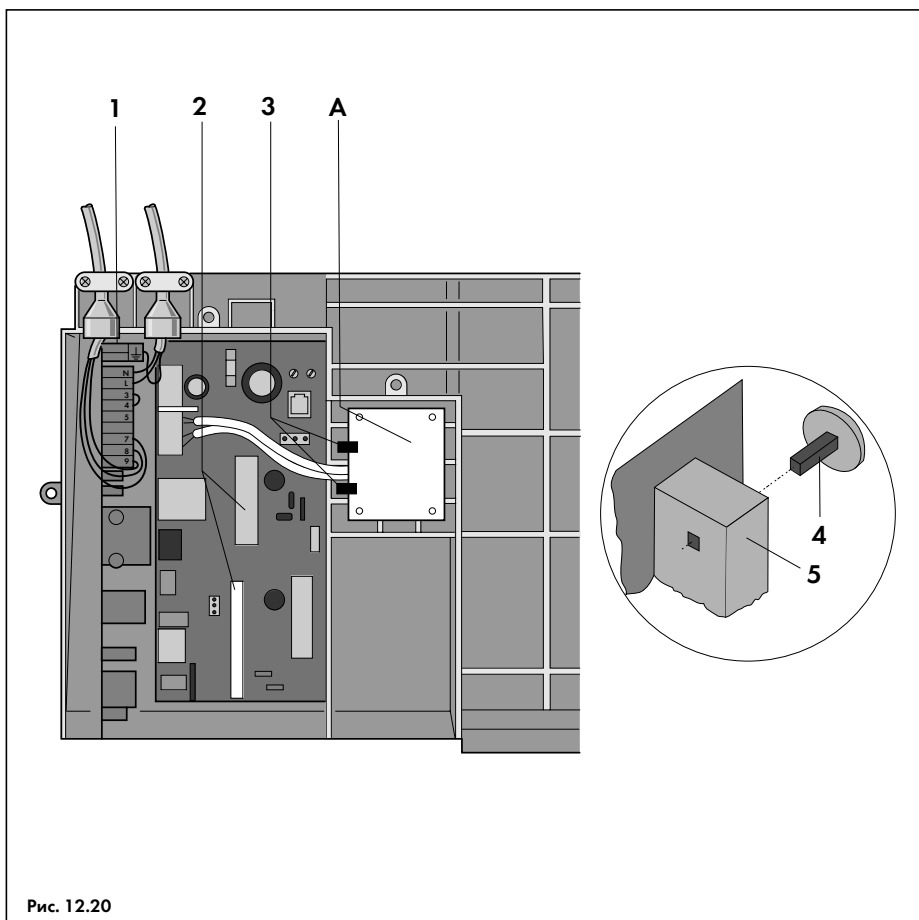

Рис. 12.20
- Отсоединить кабели трансформатора (А, рис. 12.20) от печатной платы;
- Отжать фиксаторы (3, рис. 12.20) и снять трансформатор с панели управления;
- Разъединить штекерный разъем на плате управления (2, рис. 12.20);
- Вытащить коммутационную плату (1, рис. 12.20) из разъема на плате управления;
- Установка плат производится в обратной последовательности, при этом необходимо обратить внимание на то, чтобы шпиндели ручек управления (4, рис. 12.20) корректно вошли в соответствующие отверстия потенциометров и переключателя (5, рис. 12.20) на плате управления;